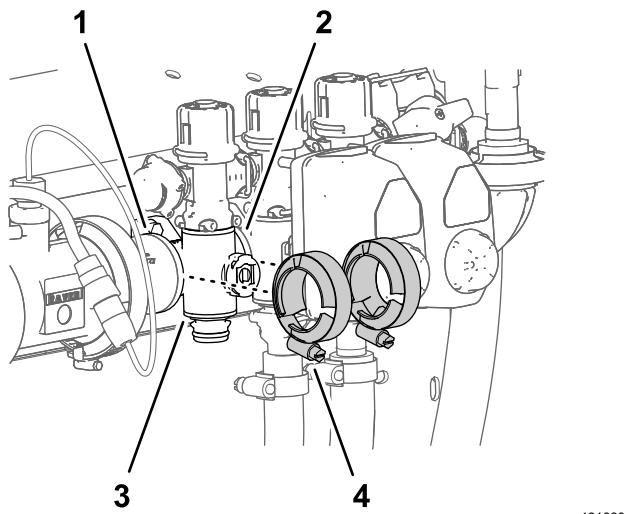

Рисунок 119
4. Установите, не затягивая, фланцевые хомуты, снятые при выполнении действий, описанных в разделе Демонтаж коллекторного клапана секции \(страница 92\), на фланцы коллектора клапана секции и фланцы другого клапана секции (клапанов секций) и/или переходного соединителя (Рисунок 119).
7. Затяните 2 фланцевых хомута от руки (Рисунок 119).